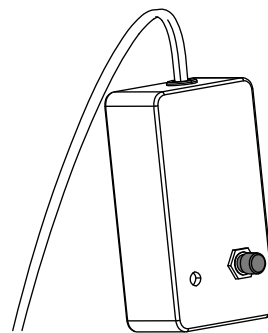

Figure 48
6. Appuyez sur le bouton de TEST du testeur Zap-Alert (Figure 48).